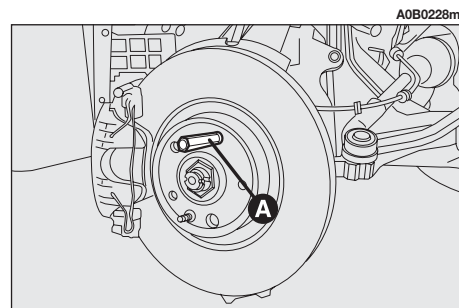

fig. 9
– Visser le pion (**A-fig. 9**) dans un des trous des boulons de fixation.
– Enlever le pion de centrage (**A-fig. 9**) et visser le dernier boulon de fixation.